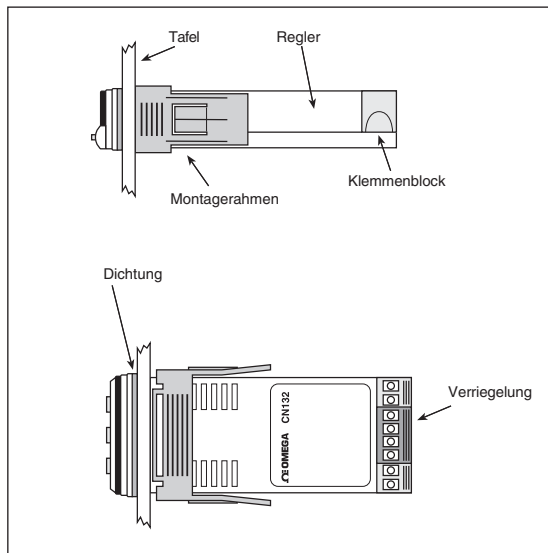

Abbildung 1-3. Tafelbau
1. Wenn gewünscht, kann der Klemmenblock zur Verdrahtung abgenommen werden. Ziehen Sie hierzu die (grüne) Verriegelung nach hinten und heben Sie den Klemmenblock nach oben ab (s. Abbildung 1-3).
1. In Verbindung mit dem Twin-Adapter *muß* die Verdrahtung vor der Installation der Regler erfolgen. Nehmen Sie hierzu die Klemmenblöcke ab, indem Sie die (grüne) Verriegelung nach hinten ziehen. Die Klemmenblöcke können nun nach oben abgenommen werden (s. Abbildung 1-3). Führen Sie die Verdrahtung durch wie in Abschnitt 1.5 beschrieben.